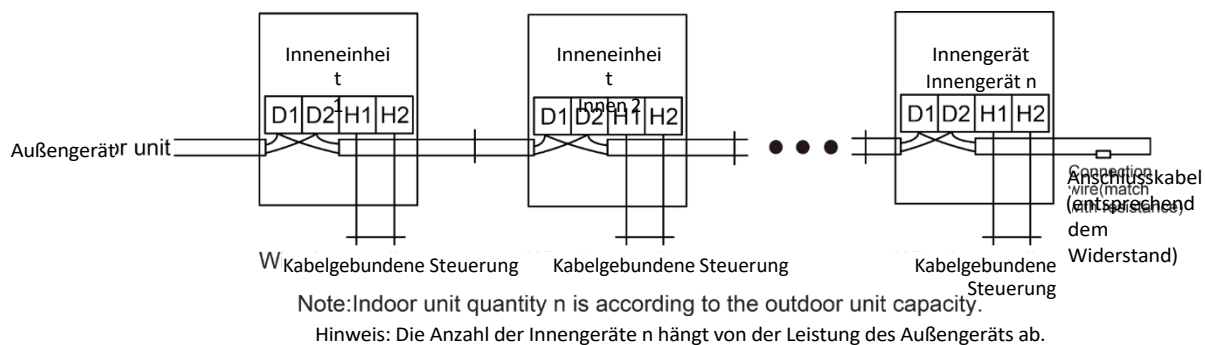

Abb. 5.3.2
- 2) Um eine zuverlässigere Kommunikation zu gewährleisten, stellen Sie sicher, dass Sie den Anschlusswiderstand an das am weitesten vom Kommunikationsbus entfernte Innengerät anschließen (Klemmen D1 und D2), wie in Abb. 5.3.2 dargestellt. Der Anschlusswiderstand wird mit jedem Außengerät mitgeliefert.